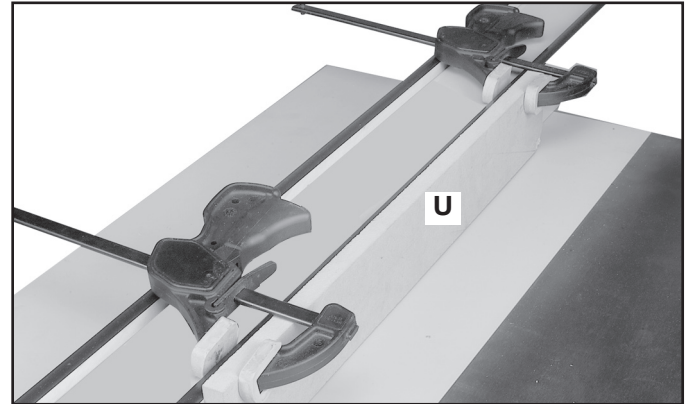

FIG. 73
Ajouter une planche de repère (U) Fig. 73 d'un ou des deux côtés du guide longitudinal lors d'opérations spéciales (utilisation de fraises à mouler, etc.). Selon le guide, fixer la planche de repère face au guide à l'aide de vis à bois dans des trous percés dans le guide ou à l'aide de deux brides de fixation. Pour la plupart des travaux, une pièce de 19,1 mm (3/4 po) est convenable même si parfois un travail requiert une planche de repère de 25 mm (1 po).